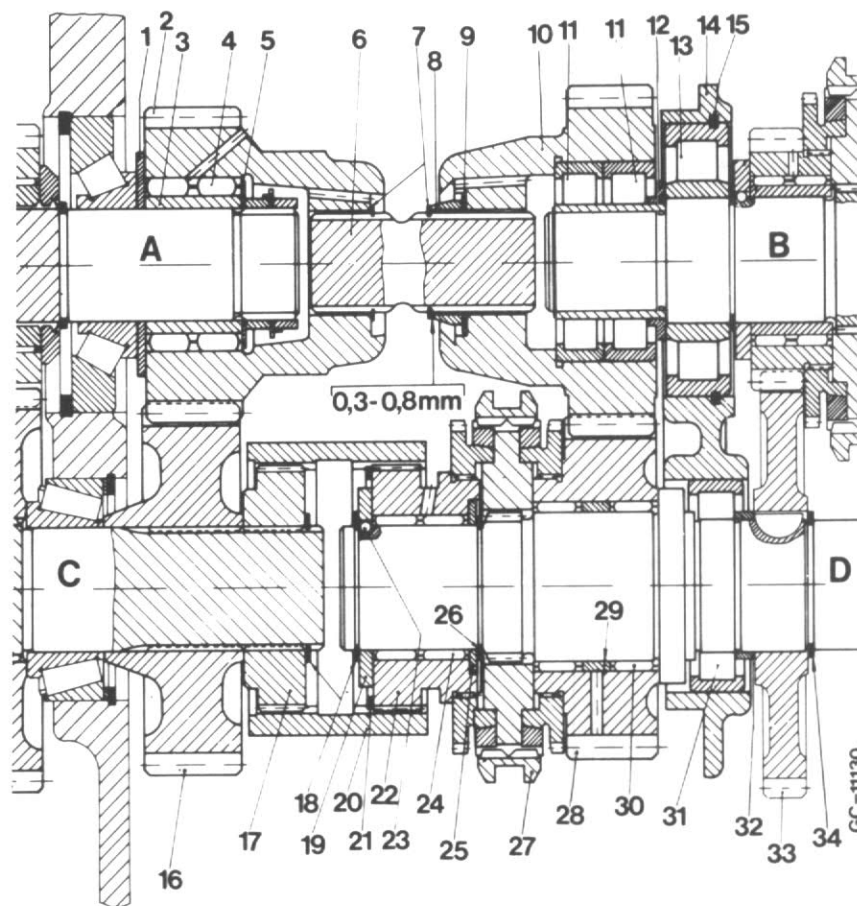

Figure 106
Le réducteur de vitesse 20% synchronisé illustré figure 106 est identique à l'amplificateur de vitesse version 40km/h, mis à part les pignons 10 et 28 et le manchon d'accouplement 20. La différence dans le nombre de dents des pignons
Sortez le circlip avant (7 Fig. 106) de sa gorge et placez-le au centre de l'arbre (6).
Soulevez l'arbre intermédiaire avant (D) Fig. 106 pour dégager la fourchette et retirez-le.
Note - Le repérage des figures suivantes est identique à celui de la coupe figure 106.